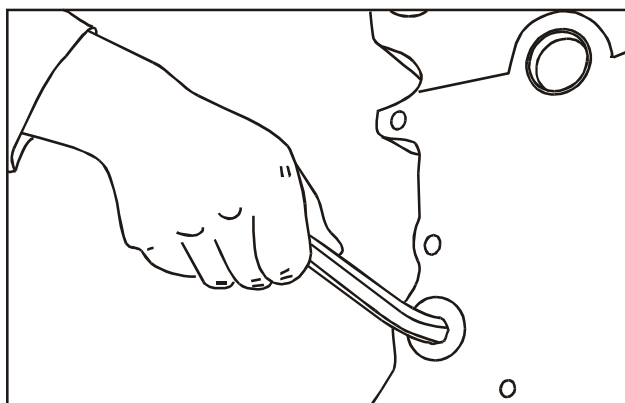

FIG 5
1. Remova o bujão traseiro da galeria do óleo, **Fig. 5** e todos os bujões das galerias d'água.